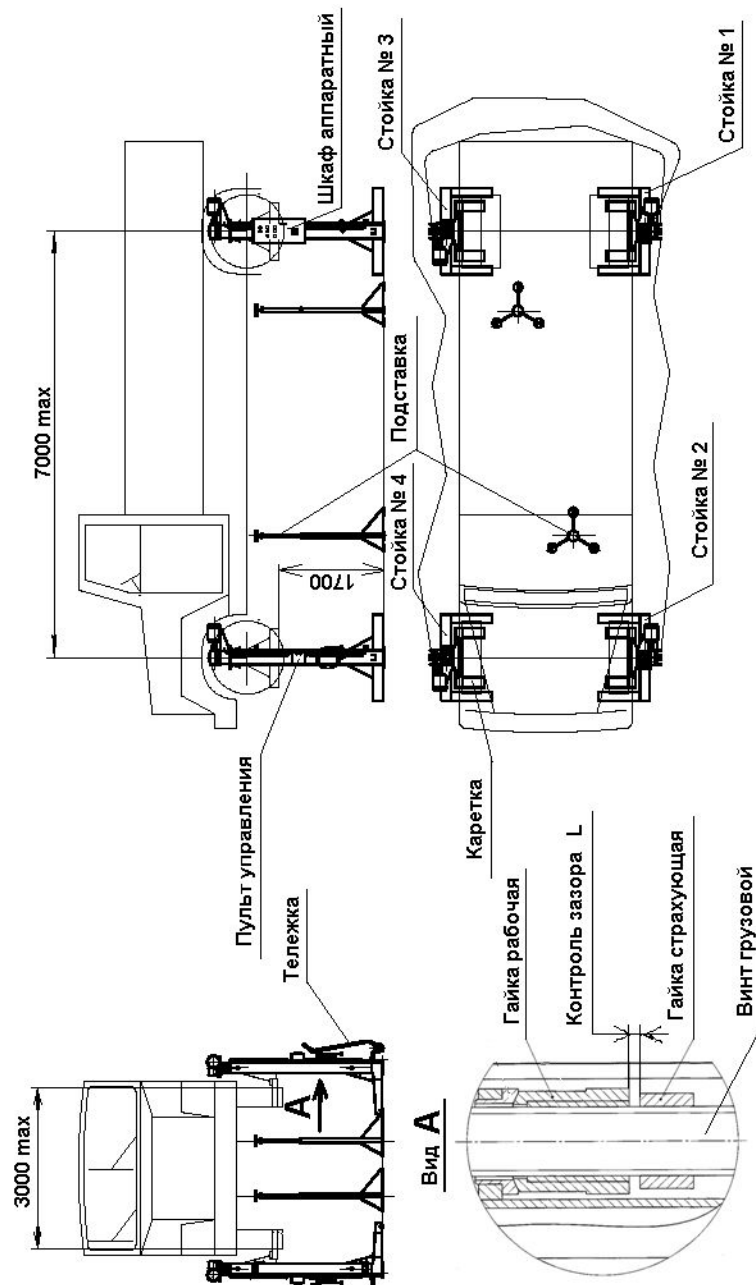
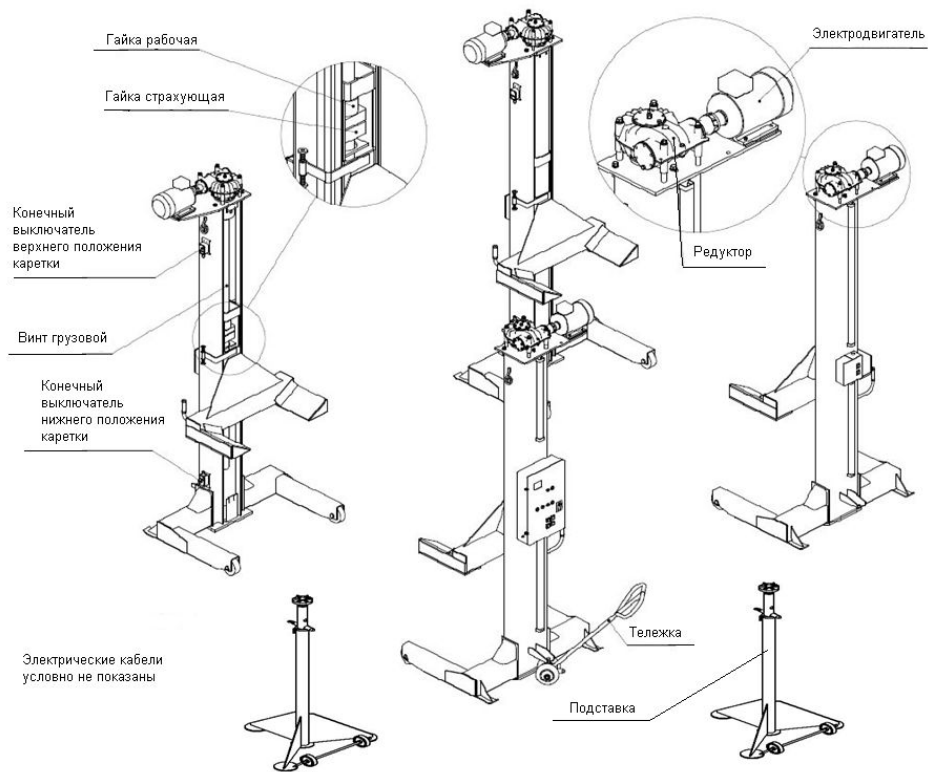

Рис. 1. Подъемник передвижной ПП - 10
Рис. 2. Составные части подъемника передвижного ПП - 10
4.1. Подъемник состоит из четырех стоек (см. Рис.1 и Рис.2), каждая из которых имеет электромеханический привод, каретку, грузовой винт, рабочую и страховую гайки, конечные выключатели верхнего и нижнего положения кареток. На первой стойке установлен шкаф аппаратный, имеющий корпус с панелью электрооборудования, автоматический выключатель, лампочку «Сеть», «Авария», кнопки «Вверх» и «Вниз» для управления первой стойкой и кнопки «Вверх» и «Вниз» для управления всеми стойками одновременно. На остальных стойках установлены посты управления с кнопками «Вверх» и «Вниз» для управления данной стойкой.
- проверить зазоры L (см. Вид А на рис.1) между страхующей и рабочей гайками во всех стойках (см. п. 5.18). Результаты замеров зафиксировать в таблице № 2.